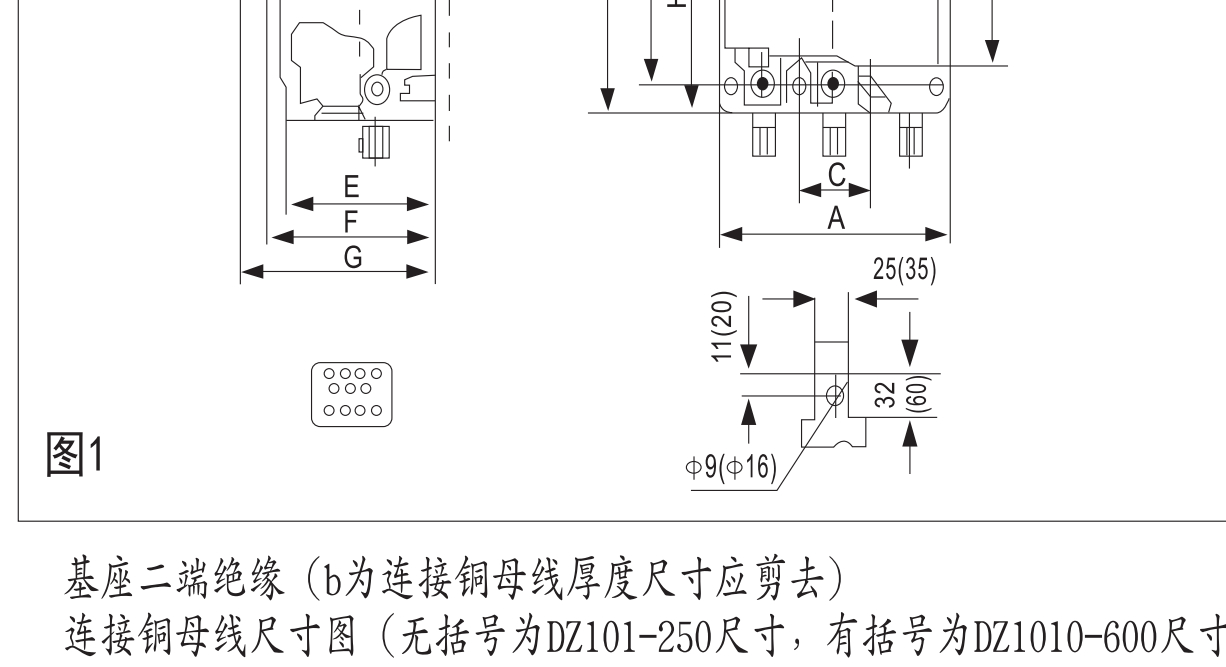

图1
断路器的外形与安装尺寸见图1、图2、表2、表3。
- 5.4 断路器接线时将盖子取下，参照图1、图2要求进行安装。